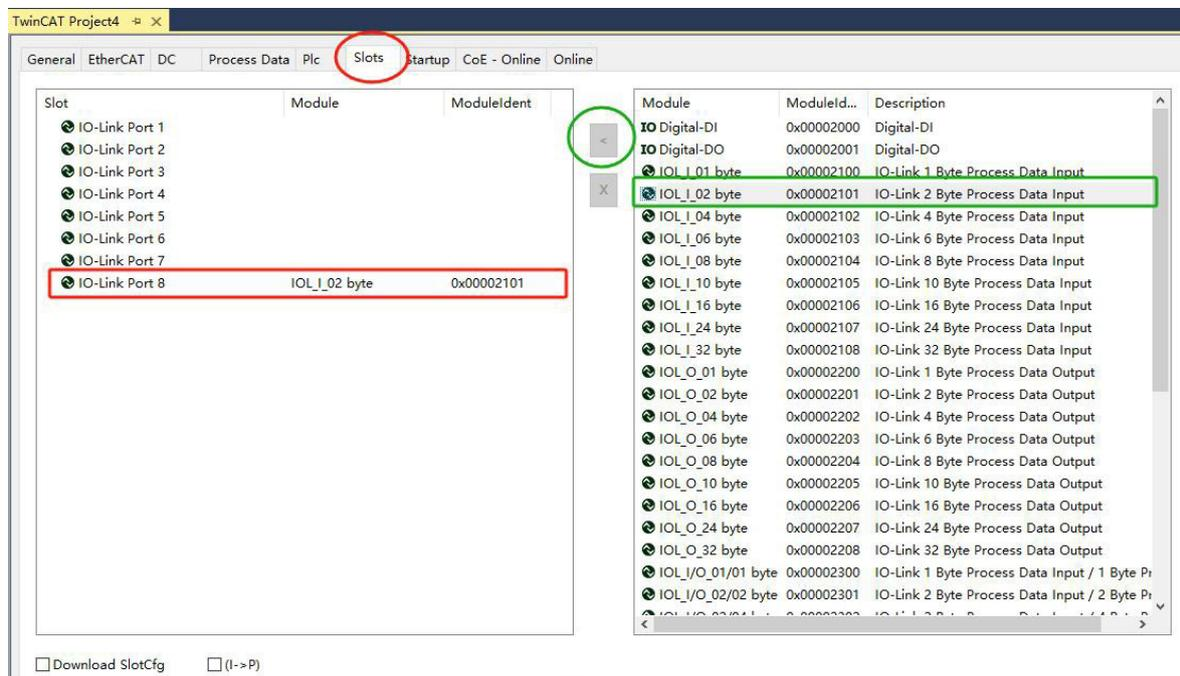

图1
- 1、如图 1 所示，选择椭圆红圈的 Slots，选中红框的 PORT8 端口，然后选择绿框的从站类型，再点绿色椭圆圈的 “<” 按钮 即可配置 PORT8 连接的从站类型。